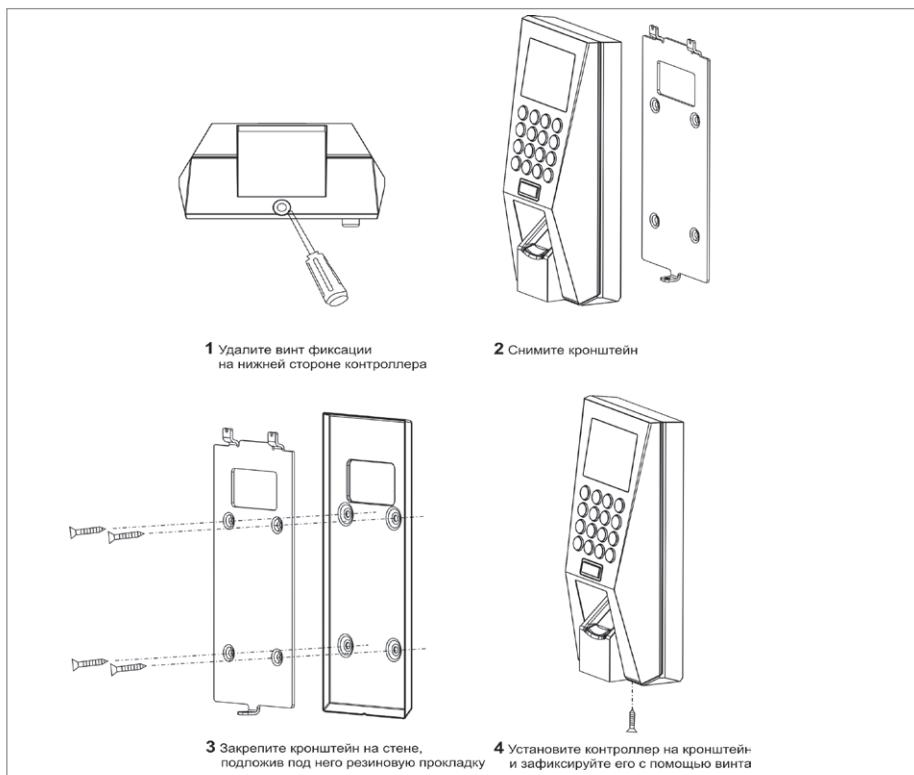

Рисунок 15. Последовательность монтажа контроллера «C2000-BIOAccess-F18»
4. Удалите винт фиксации в нижней части контроллера и отсоедините кронштейн, аккуратно потянув кронштейн на себя и вверх (см. рисунок 15, пп.1 и 2).
6. Закрепите шурупами кронштейн на стене, подложив под него резиновую прокладку, с помощью шурупов, входящих в комплект поставки (см. рисунок 15, п.3).
7. Навесьте контроллер на кронштейн и закрепите контроллер на кронштейне при помощи винта фиксации и отвертки «звездочка» (см. рисунок 15, п.4).